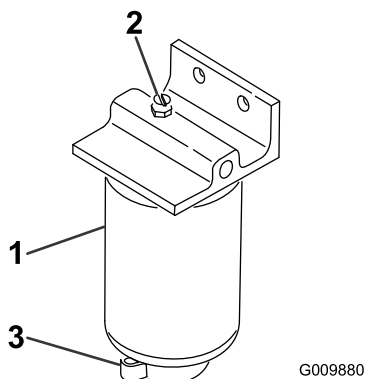

Figure 54
2. Desserrez le robinet de vidange au bas de la cartouche du filtre (Figure 54).
1. Nettoyez la surface autour des supports de la cartouche du filtre (Figure 54).